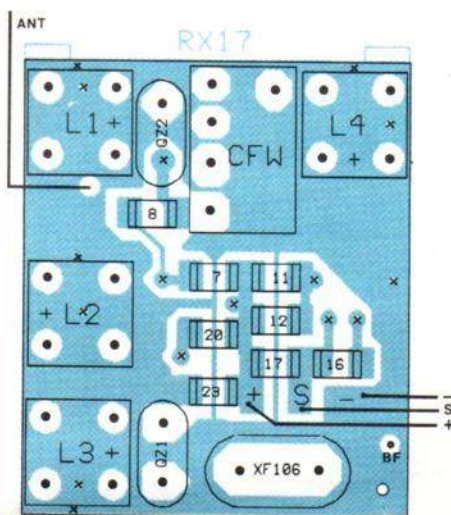

Fig. 7. – Disposition des composants du récepteur sur le recto du circuit imprimé.
a) Le récepteur (fig. 7 et 8)
– Attention, le 5^e picot des bobines doit être enlevé par extraction, mais alors, se méfier des poses incorrectes. La position de ce picot enlevé est repérée par un « + » sur la figure 7. Il est prudent de faire une vérification supplémentaire par le schéma, car la dépose d'une bobine avec trous métallisés est presque mission impossible !
– Notons que les « x » des figures indiquent des passages recto-verso. N'en pas tenir compte si vous avez les trous métallisés. Ils indiquent aussi le point de soudure au plan de masse des blindages de bobines (fig. 7).
– Si l'on soude le XF106 normalement, sa hauteur risque d'être gênante. Nous vous suggérons donc de le monter à plat sur les composants 11, 12 et 17, ses fils coudés à 90°. Un isolant s'impose, le boîtier étant à + 4 V. On pourra utiliser de l'adhésif double face ou du caoutchouc liquide. De toute manière, si cette disposition est adoptée, souder au préalable les fils +, – et S, à plat et dans la direction illustrée par la figure 7, visible aussi sur les photos. Si vous optez pour la position verticale, ne pas oublier les isolants du boîtier, dessus, dessous et autour !